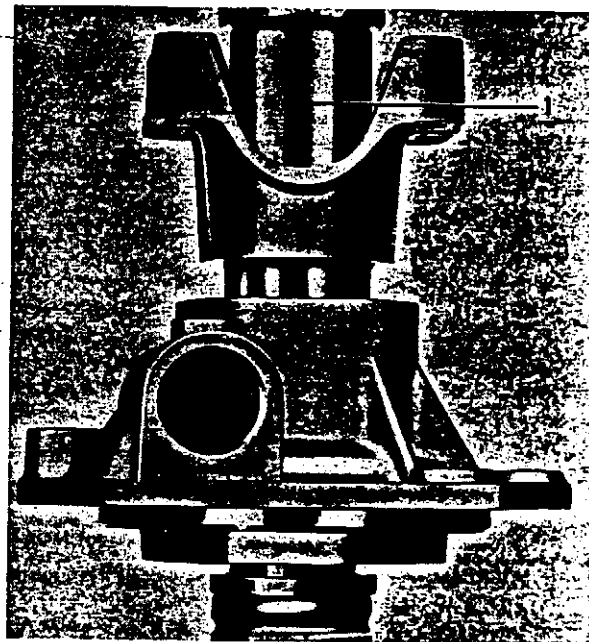

Abb. 32 Einbau des hinteren Deckels, M 30
- Danach Deckel und Mitnehmer aufpressen, siehe Abb. 32. Scheibe und Mutter für Mitnehmer aufsetzen. Dabei dient das Werkzeug SVO 2409 als Gegenhalter für den Mitnehmer. Mutter anziehen.